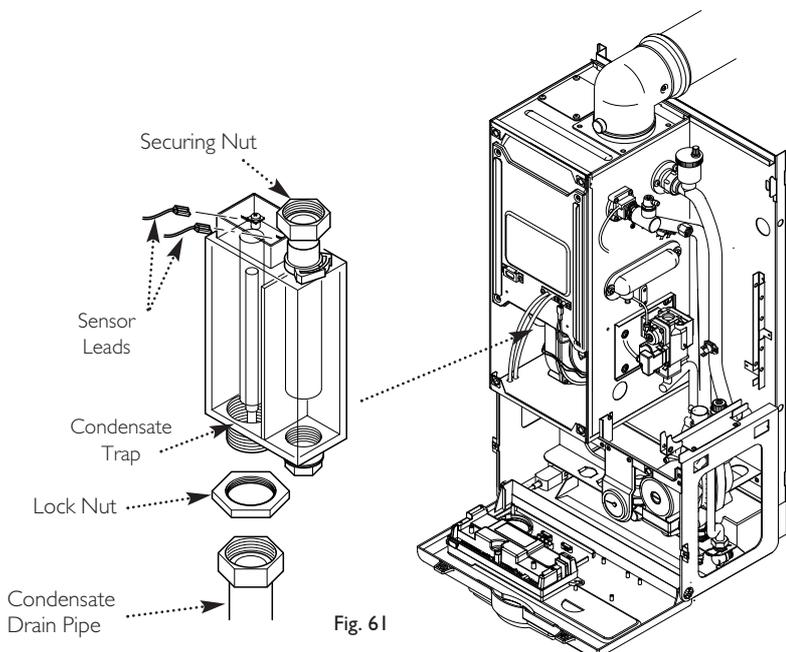

Fig. 61
13.17 Condensate Trap (Fig. 61)